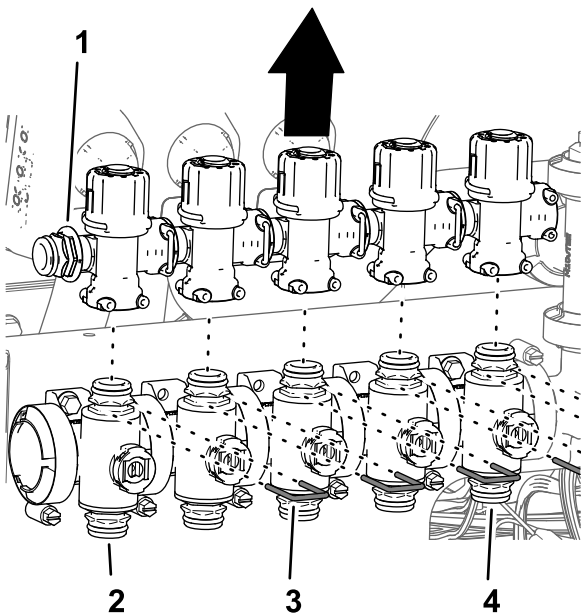

Figura 99
4. Retire las horquillas de retención que sujetan las válvulas de desvío a las válvulas de boquilla 1 a 7 (Figura 99).
5. Retire las válvulas de desvío de las válvulas de boquilla 1 a 5 (Figura 99).